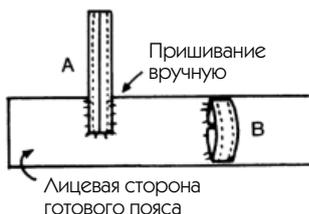

Рис. 346
ИНДИВИДУАЛЬНЫЙ СПОСОБ НА ЗАКОНЧЕННОМ ПОЯСЕ (РИС. 346)
2. На лицевой стороне пояса прочно прикрепите шлевку вручную сначала сверху (в точке А, рис. 346).
3. Подогните ее края вплотную друг к другу и закрепите таким же образом другой конец шлевки (в точке В, рис. 346).